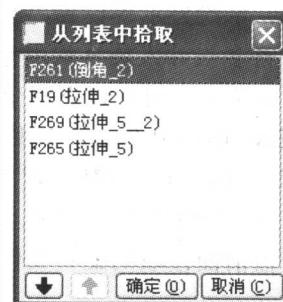

图 1-10 “从列表中拾取”对话框
- 从列表拾取：在工作区中的模型位置单击鼠标右键，在弹出的菜单中选择“从列表中拾取”选项，打开“从列表中拾取”对话框，如图 1-10 所示，可以选择所需要的特征或图元。